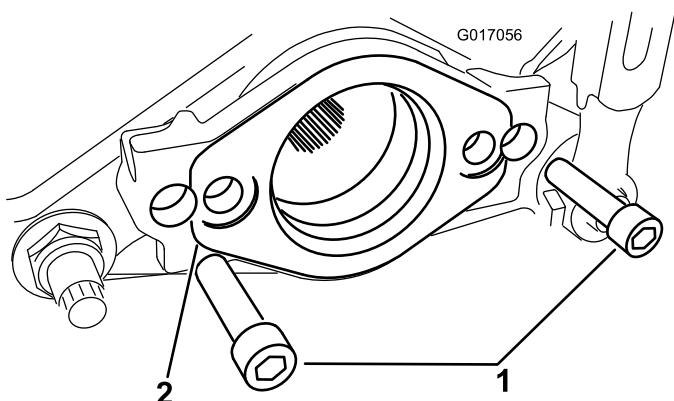

Figura 3
- Rimuovete le 2 viti a testa esagonale che fissano il supporto motore all'estremità destra dell'apparato di taglio. Rimuovete il supporto motore (Figura 3).